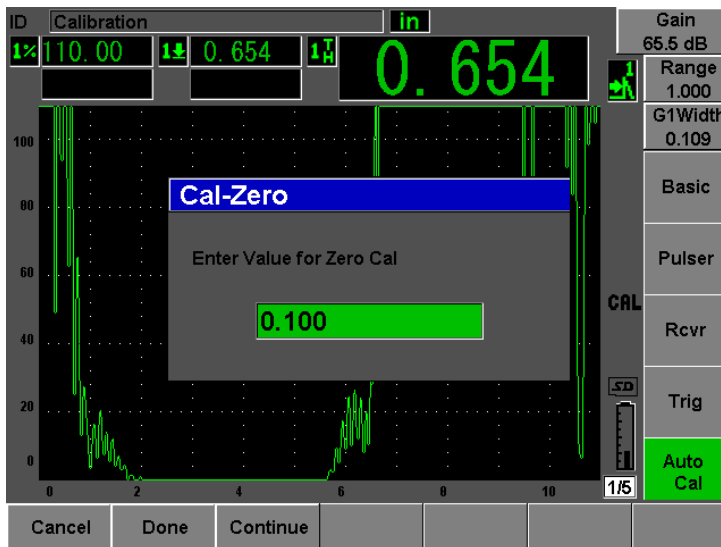

図 10-11 校正ゼロ厚さ値の入力
10. 値が安定したら、“自動校正：Auto Cal”>“校正ゼロ：Cal-Zero”を選択します。画面がフリーズし、“校正ゼロ：Cal-Zero”ダイアログボックスが現れます（174 ページ図 10-11 参照）。